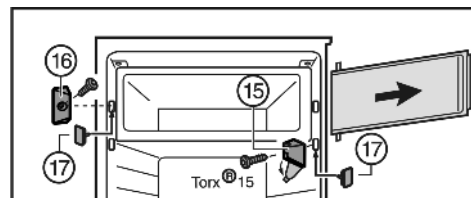

Fig. 6
- ▶ Ouvrir le cache du support d'appui Fig. 6 (15).
- ▶ Dévisser le support d'appui Fig. 6 (15) avec la porte du compartiment.
- ▶ Dévisser l'élément de fermeture Fig. 6 (16).
- ▶ Boucher les trous à l'aide des bouchons Fig. 6 (17) joints.